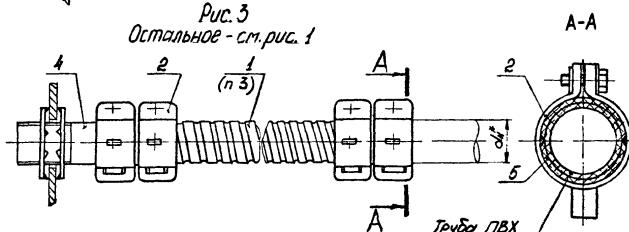

Рис. 3
3. Заземление (зануление) металлического пози (рис. 3) выполнить при помощи гибкой перемычки, присоединяющей к оболочке.
кабелем под 1 по рис. 3 - IP30.
Остальное - см рис. 3